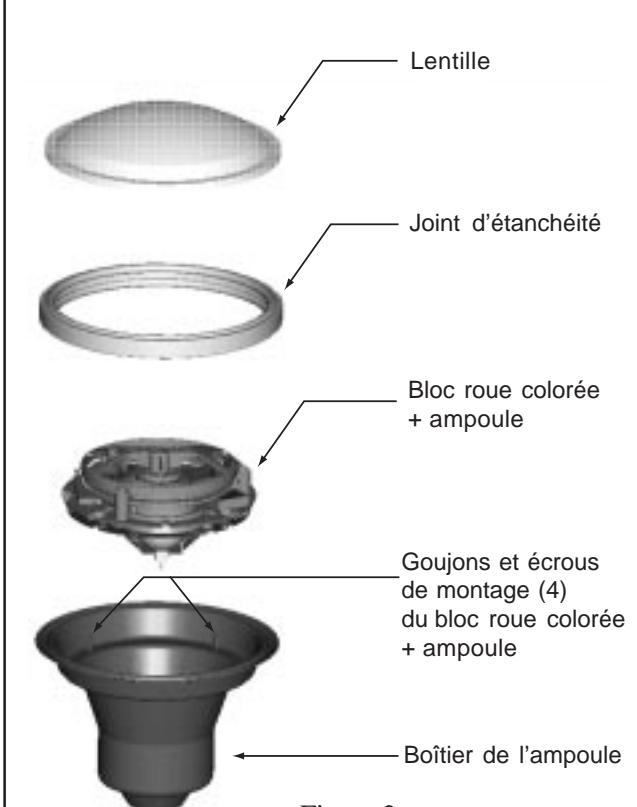

Figure 2.
## Section V. Remplacement des ampoules seulement (voir figure 2).
2. Le luminaire étant posé verticalement sur sa base, placez la lentille avec son joint d'étanchéité sur le luminaire et positionnez-la de telle manière que l'indicateur blanc sur le bloc roue colorée + ampoule soit dirigé vers la lettre "O" du mot "TOP" sur la surface de la lentille (voir figure 2).